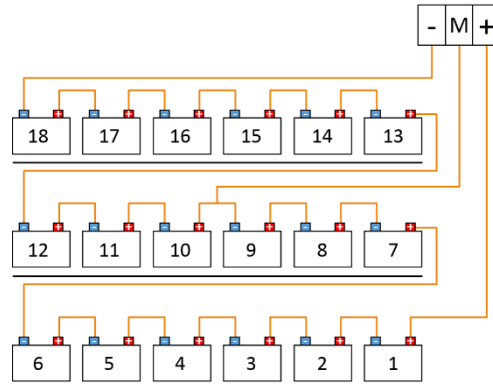

Abbildung 11 Batterieanschlussschema ZBX-C
Bei der ZBX-C Anlage müssen je nach bestelltem Batterietyp die 18 einzelnen Blöcke auf die 3 verfügbaren Ebenen aufgeteilt werden. Die Batterien werden nach dem Schema wie in Abbildung 11 angeschlossen. Die genaue Aufstellung kann sich je nach gewählter Batteriekonfiguration ändern. Die Anschlusskabel Plus (+), Minus (-) und Batteriemitte (M) sind auf den Batteriesicherungsblock S1 vorverdrahtet.